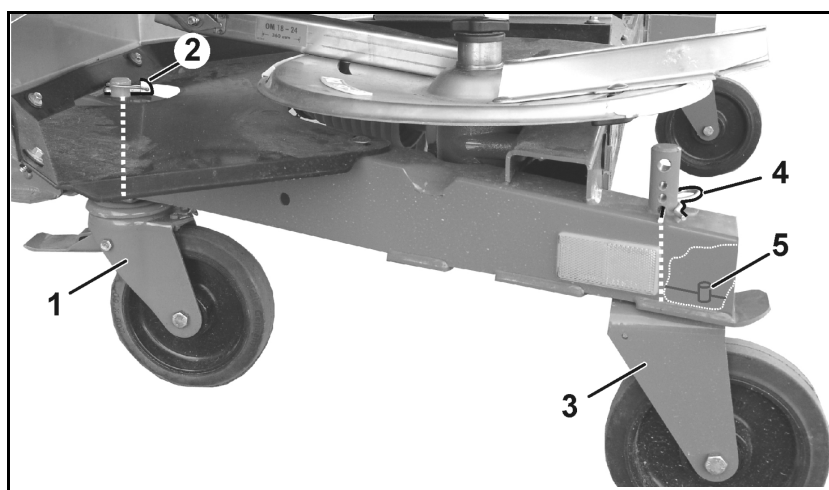

Fig. 50
5. Montez les roulettes avec frein manœuvrables à l'avant (Fig. 50/1)
- o et bloquez-les avec la goupille (Fig. 50/2),
6. Montez les roulettes fixes à l'arrière (Fig. 50/3),
- o et bloquez-les dans les alésages inférieurs avec une goupille (Fig. 50/4),
Veillez lors du montage des roulettes fixes à ce que l'axe (Fig. 50/5) soit enchâssé dans l'alésage du bâti et maintienne ainsi les roulettes dans le sens de la longueur.